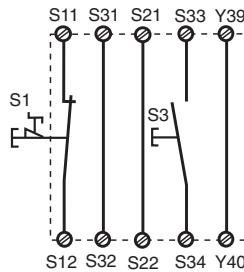

Fig. 3: Circuito de entrada monocanal, rearme supervisado/Circuito di entrata monocanale, start controllato/Eenkanalig ingangscircuit, bewaakte start
- Fig. 3, 4 y 5, 6: S13-S14 **no** conectado
- Fig. 3, 4 en 5, 6: **geen** verbinding S13-S14